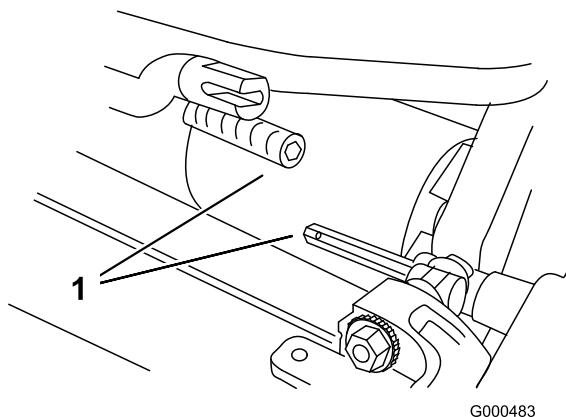

図 5
3. カッティングユニットをトラクションユニットの下に押し込み、次に左に押してトランスミッションのカップリングに接続する 図 5。